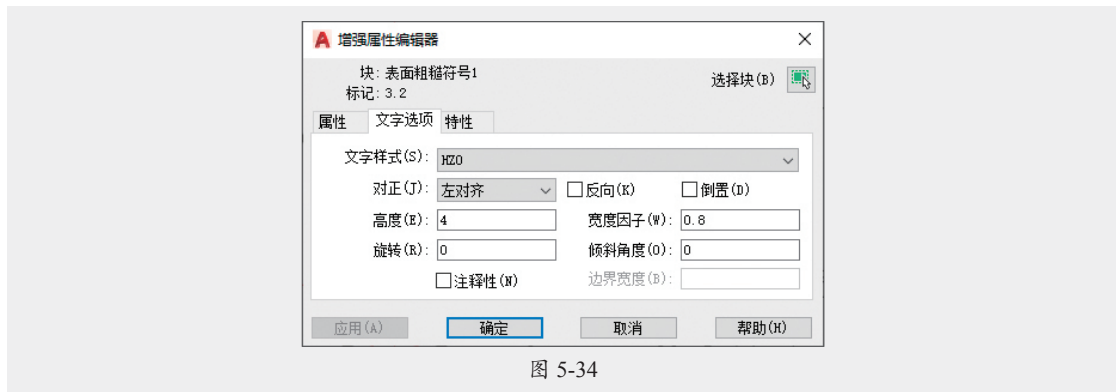

图 5-34
- **文字选项**：该选项卡用来修改文字格式，包括文字样式、对正、高度、旋转、宽度因子、倾斜角度、反向和倒置等选项，如图5-34所示。